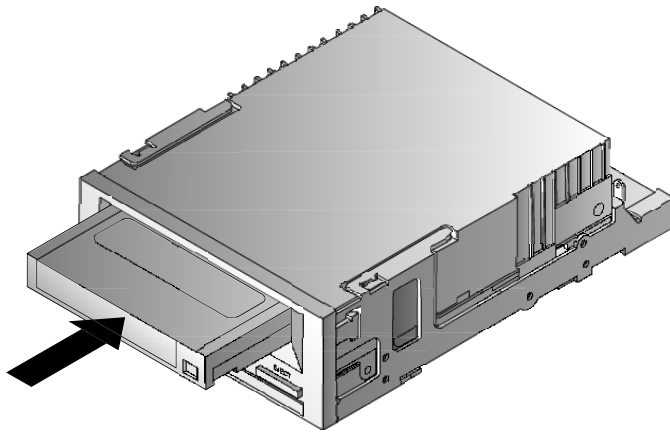

ABBILDUNG 13. Eine Kassette laden
2. Legen Sie die Kassette vorsichtig in das Laufwerk ein (siehe Abbildung 13 auf Seite 45). Die Tür des Laufwerkschachts öffnet sich automatisch wenn eine Kassette eingelegt wird.